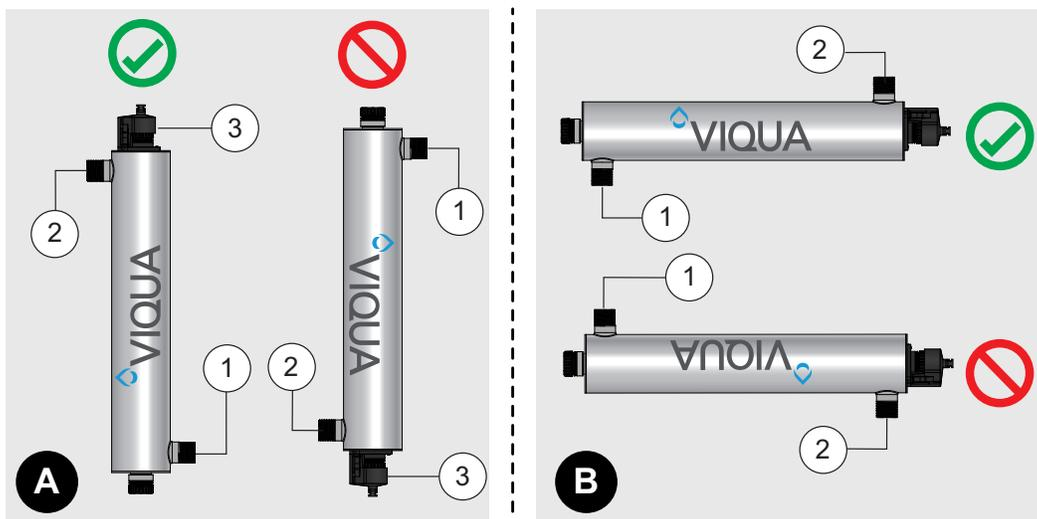

Figure 4 Installation – Verticale et horizontale
Le système UV est conçu pour être monté horizontalement ou verticalement au point d'utilisation ou au point d'entrée en fonction du débit spécifique de l'unité. Reportez-vous à la Figure 4.
- Pour un montage vertical, le connecteur de la lampe **doit être** en haut (Figure 4, détail A).
- Pour un montage horizontal, l'orifice de sortie **doit être** orienté vers le haut afin d'assurer la purge de l'air de la chambre UV (Figure 4, détail B).